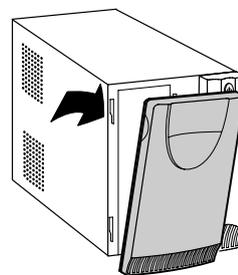

Figura 18 Cómo Retirar la Cubierta Frontal del UPS
- 2 Tire hacia adelante la esquina superior izquierda y retire la cubierta frontal del UPS (consulte Figura 18).